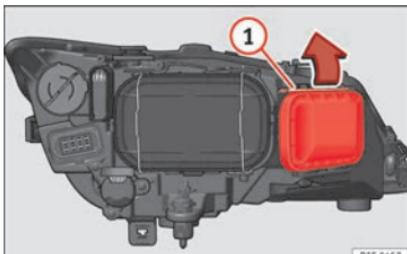

Fig. 106 Lampadina dell'indicatore di direzione.
- Far scorrere il tirante **» fig. 106 ①** nel senso della freccia e sfilare la chiusura.